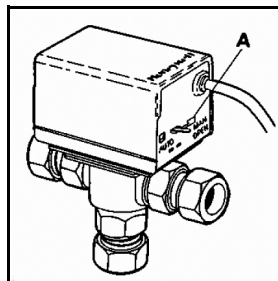
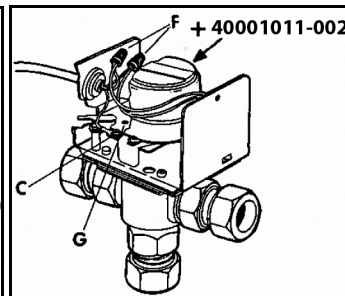

Fig. 1.
Fig. 4.
1. Place the AUTO/MAN lever in the AUTO position (Fig. 1).
2. Insert the pinion of the replacement motor into locating hole (G) so that it engages the gear quadrant under the plate. CHECK THAT GEAR AND PINION ARE MESHED BY HOLDING THE MOTOR IN POSITION AND MOVING THE AUTO/MAN LEVER INTO THE 'MAN' POSITION. IF THEY ARE MESHED THE MOTOR WILL 'WHIRR' WHEN RELEASED, THE AUTO/MAN LEVER WILL AUTOMATICALLY MOVE BACK INTO 'AUTO' POSITION.
3. Secure the motor using mounting screws (E) provided.
4. Twist wires together as shown in Fig. 4. Screw on the plastic "wire connectors" (F) (provided).
1. Spostare la leva AUTO/MAN nella posizione AUTO (Fig. 1).
2. Inserire il pignone del nuovo motore nel foro di riferimento (G) in modo che si innesti con il settore dentato sotto la piastra. CONTROLLARE CHE IL SETTORE ED IL PIGNONE SIANO INGRANATI, TENENDO IL MOTORE FERMO E SPOSTARE LA LEVA AUTO/MAN NELLA POSIZIONE "MAN" ESSI SONO INGRANATI SE IL MOTORE FARA RESISTENZA. INTOLTRE, RILASCIANDO LA LEVA, ESSA RITORNERA AUTO-MATICAMENTE IN POSIZIONE "AUTO".
3. Fissare il motore usando le due viti di montaggio (E).
1. Zet de handbedieningshendel in de stand AUTO (Fig. 1).
2. Steek het aandrijftandwiel van de nieuwe motor in het gat (G), zodanig dat de tanden ingrijpen op de tand-krans onder de plaat. CONTROLEER OF HET TAND-WIEL EN DE TANDKRANS INDERDAAD IN ELKAAR GRIJPEN DOOR DE MOTOR IN POSITIE TE HOUDEN EN DE HANDBEDIENINGSHENDEL IN DE STAND "MAN" (= MANUAL = HANDBEDIENING) TE ZETTEN. ALS DE TANDEN CORRECT IN ELKAAR GRIJPEN, ZAL DE MOTOR "SNORREN". ALS U DE HANDBEDIENINGSHENDEL UIT DE BORGSTAND DUWT, ZAL HIJ OP VEERKRACHT AUTOMATISCH TERUGLOPEN NAAR DE STAND "AUTO".
3. Zet de motor in het motorcompartiment vast met behulp van de meegeleverde bevestigingsschroeven (E).
4. Draai de te verbinden aansluitdraden in elkaar zoals aangegeven in Fig. 4, en schroef de meegeleverde las-doppen (F) op de lassen.
1. Mettre le levier AUTO/MAN en position AUTO (Fig. 1).
2. Insérer le pignon du moteur de remplacement dans le vide réservé à cet effet (G) de manière à ce que son secteur denté s'engage sous la plaque. VERIFIER QUE LE PIGNON EST ENGAGE EN TENANT LE MOTEUR EN POSITION DE MONTAGE, TOUT EN DEPLACANT LE LEVIER "AUTO/MAN" EN POSITION "MAN". LE POSITIONNEMENT DU MOTEUR EST CORRECT LORSQU'IL EMET UN BRUIT DE FONCTIONNEMENT. LE LEVIER AUTO/MAN REVIENDRA AUTOMATIQUEMENT EN POSITION "AUTO" LORSQU'IL EST RELACHE.
4. Rouler les fils comme illustré en Fig. 4, et visser le connecteur en plastique (F), également fourni.
5. Remettre sous tension (ON) et vérifier le fonctionnement de la vanne en position "ouvert" et "fermé".
1. Hebel "AUTO/MAN" auf die Position AUTO (matik) stellen (Abb. 1).
3. Neuen Motor mit Hilfe der Befestigungsschrauben (E) montieren.
4. Drähte wie in Abb. 4 gezeigt verdrehen. Die mitgelieferten "Crimp Verbinder" (F) überstülpen und verdrehen.